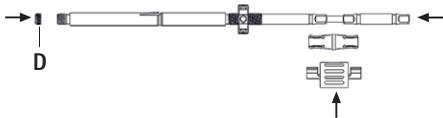

Abb. 11
- ▶ Schraubendreher in Innenhülse einführen, mit Abstandshalter sichern und Verriegelungsschraube **D** aufstecken, siehe Abb. 11.